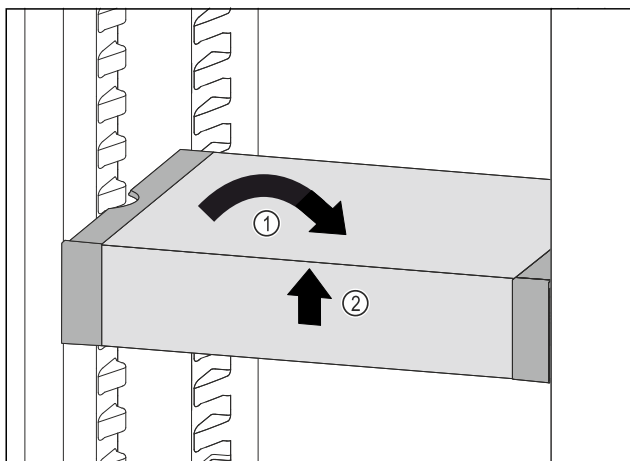

Fig. 83
- ▶ VarioSafe postavte rovno. Fig. 83 (1)
- ▶ VarioSafe nadvihnite vpredu. Fig. 83 (2)